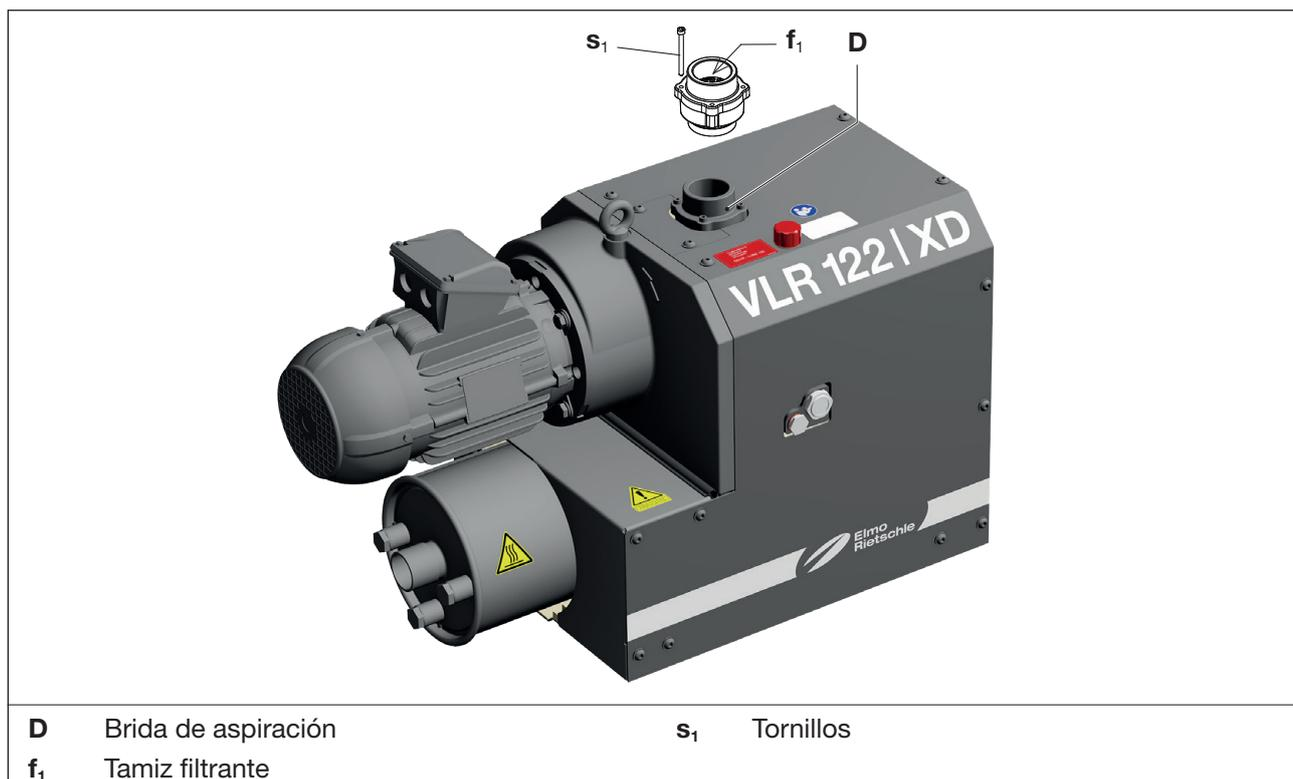

Fig. 9 Tamiz filtrante
- b) Retirar la brida de aspiración (Fig. 9/D) tras aflojar los tornillos (Fig. 9/s₁).
- c) Limpiar el tamiz filtrante (Fig. 9/f₁). Comprobar también la limpieza del asiento de la válvula.
- d) Vuelva a montar la brida de aspiración (Fig. 9/D) y apriete los tornillos.